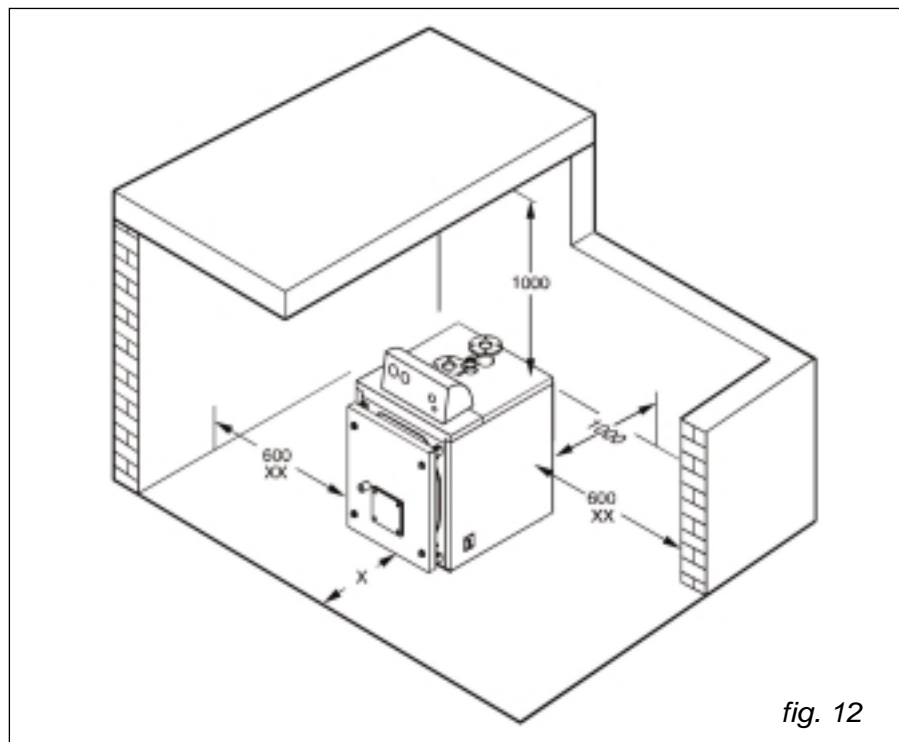

fig. 12
3.2.7 Scelta del luogo di installazione della caldaia (fig. 12)